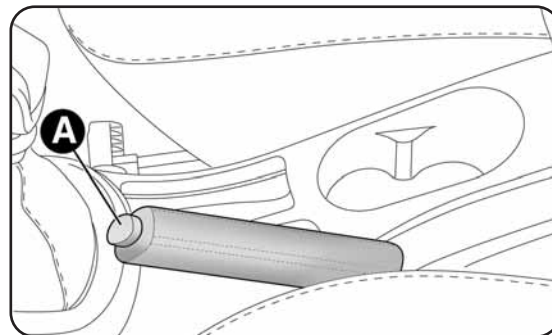

fig. 1
- soulever légèrement le levier et appuyer sur le bouton de déblocage A-fig.1 ;
- maintenir le bouton A enfoncé et baisser le levier. Le témoin (P) sur le combiné de bord s'éteint.